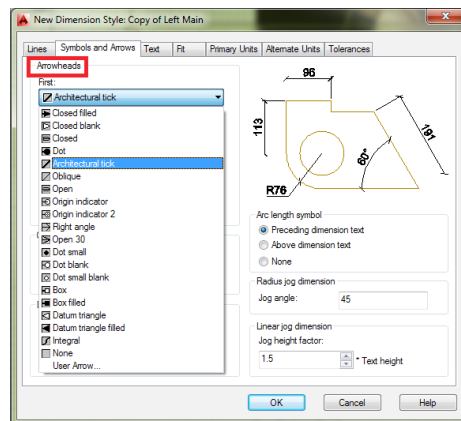

Рис. 95 Настройка стрелок
- Раздел **Arrowheads (Стрелки)**. Настройка вида левой и правой стрелки (**First, Second**) (Рис. 95).